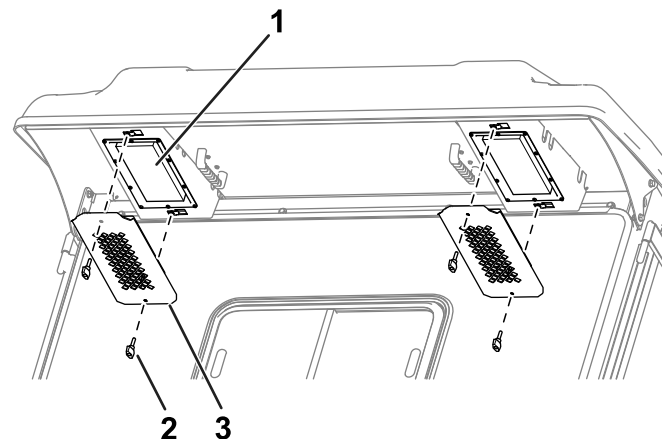

図 83
1. 後方のオーバーハング部からノブと格子を取り外す **図 83**。
4. フィルタをキャブに取り付け、格子とノブで固定する 図 83。